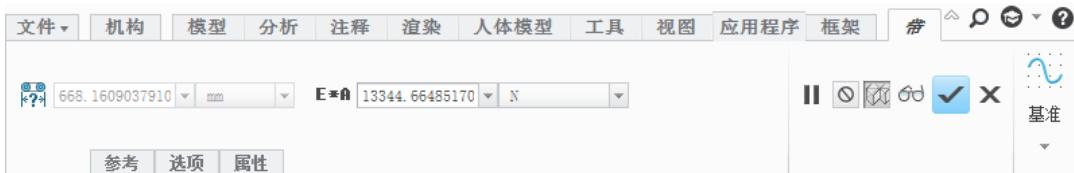

图 7.3.10 “带”操控板
Step2. 单击 **机构** 功能选项卡 **连接** 区域中的“带”按钮 , 此时系统弹出图 7.3.10 所示的“带”操控板。